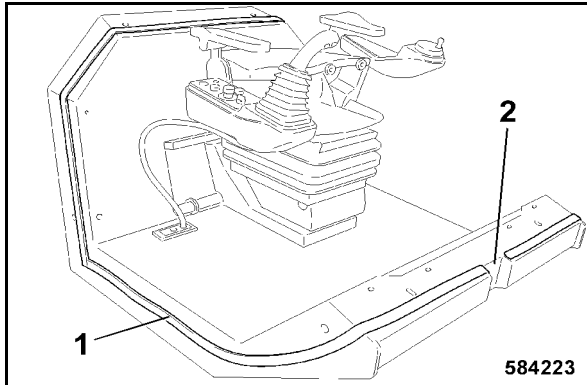

fig. 203
- Coller la bande d'étanchéité 1 (fig. 203) tout autour du poste de conduite.
- Ne pas coller de bande d'étanchéité sur l'ouverture avant du poste de conduite (2), elle sert à l'entrée d'air pour l'aération de la cabine.